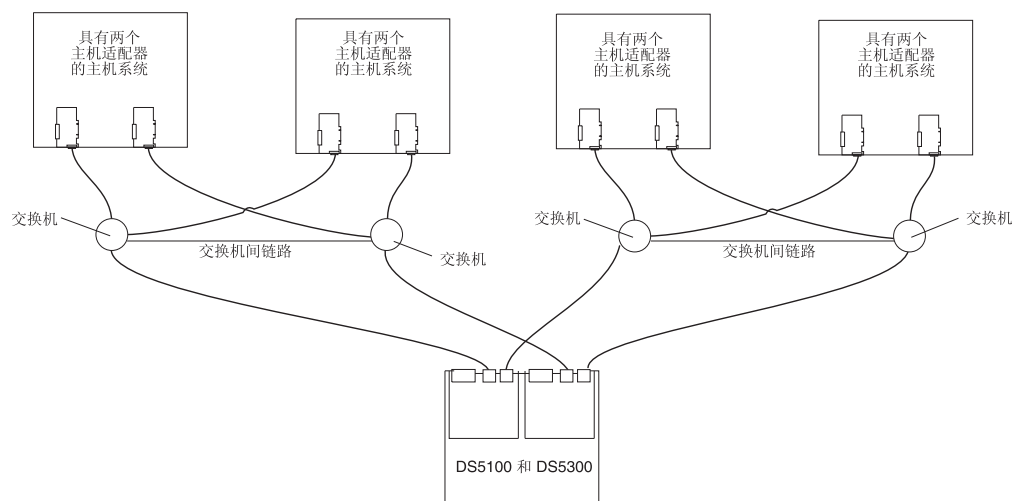

图 93. 两集群配置的示例
- 两个集群，如第 134 页的图 93 中所示
第 134 页的图 93 提供了将一个 DS5100 和 DS5300 与四个主机系统配置为两个集群的示例；每个集群包括两个主机系统和两个光纤通道交换机